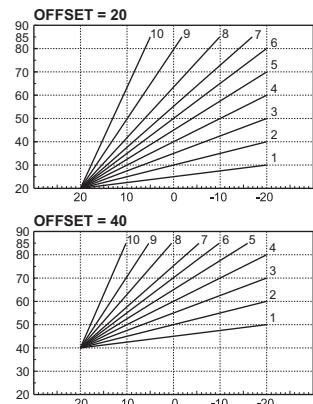

fig. 25- Exemplu de deplasare paralelă a curbelor de compensare
**Offset:** Intrând în acest submenu, puteți accesa deplasarea paralelă a curbelor cu ajutorul tastelor **+** și **— apă caldă menajeră**. Consultați fig. 25 pentru caracteristici.